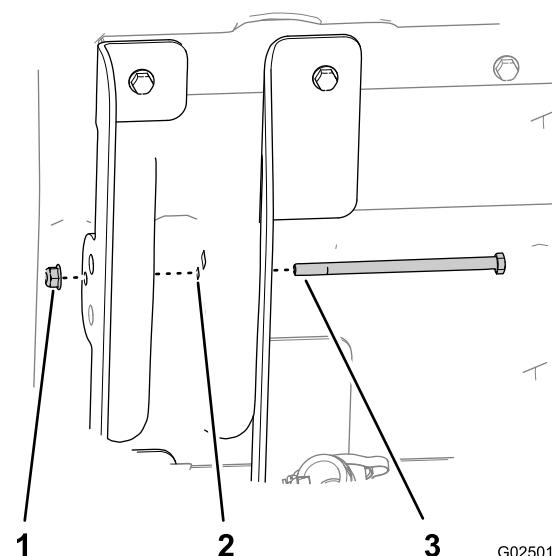

**Рисунок 15**
- Совместите левый наружный подъемный кронштейн (кронштейн с короткими фланцами) с наружными отверстиями в верхней и нижней поперечинах кузова (Рисунок 15).
4. Прикрепите наружный подъемный кронштейн к кузову с помощью 2 болтов, снятых при выполнении действий, описанных в пункте 1, и затяните болты вручную (Рисунок 15).
5. Совместите внутренний подъемный кронштейн (кронштейн с длинными фланцами) с внутренними отверстиями в верхней и нижней поперечинах кузова (Рисунок 15).
6. Прикрепите внутренний подъемный кронштейн к кузову с помощью 2 болтов, снятых при выполнении действий, описанных в пункте 2, и затяните болты от руки (Рисунок 15).